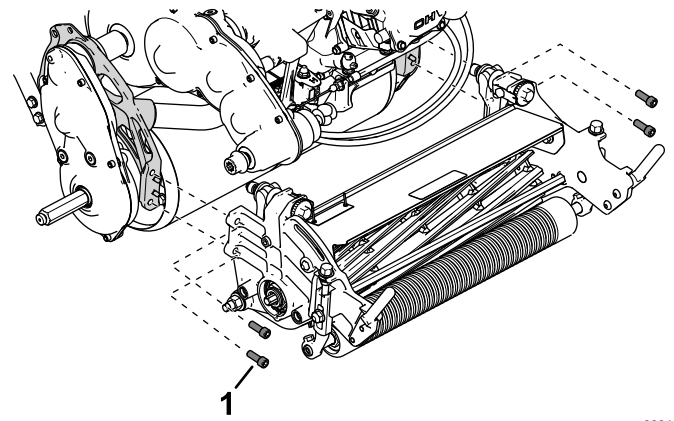

Bild 4
- Verwenden Sie vier Innensechskantschrauben, um das Mähwerk an der Maschine zu befestigen (Bild 4).